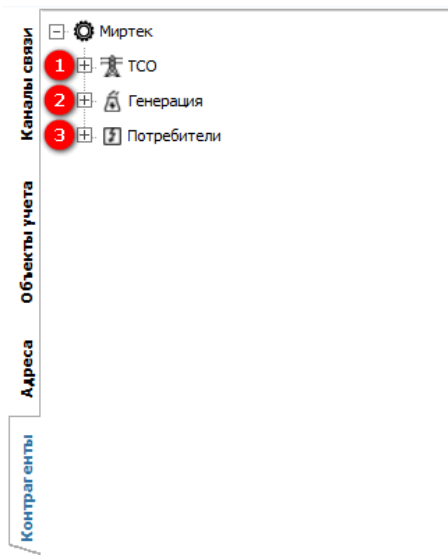

Рисунок 356 – Дерево Контрагенты
Вкладка **Контрагенты** представляет структуру, состоящую из компонентов «ТСО» (1) (см. рисунок 356), «Генерация» (2) и «Потребители» (3), которые сформированы в виде древовидной схемы (далее дерево). И предназначена для отображения и управления структурой всех вышеперечисленных компонентов, а именно добавление, редактирование, удаление и пр.